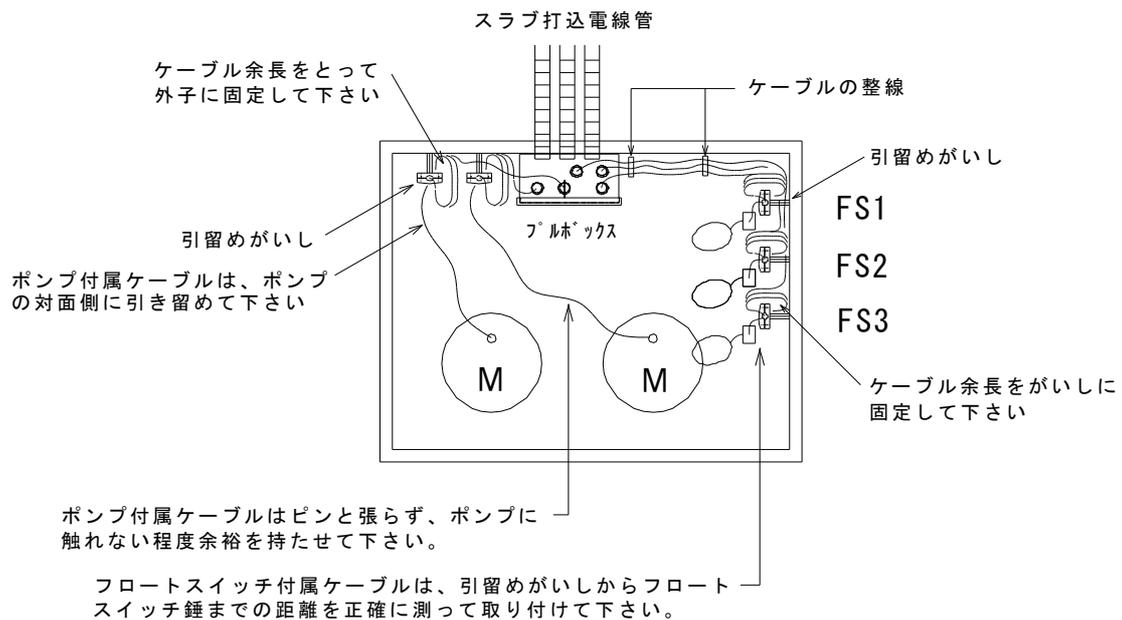

図 13 開口部周りの配線方法
④—17 電気工事
- ・図 13 を参考に水中ポンプ及びフロートスイッチの配線(開口部周り)を行ってください。